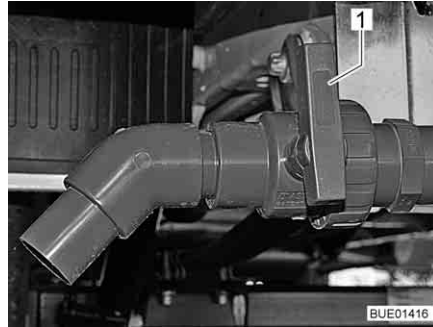

Bild 214 Ablasshahn (außen)
- Den Griff (Bild 214,1) des Ablasshahns in Fließrichtung drehen. Das Abwasser wird so über einen Kugelhahn abgelassen.